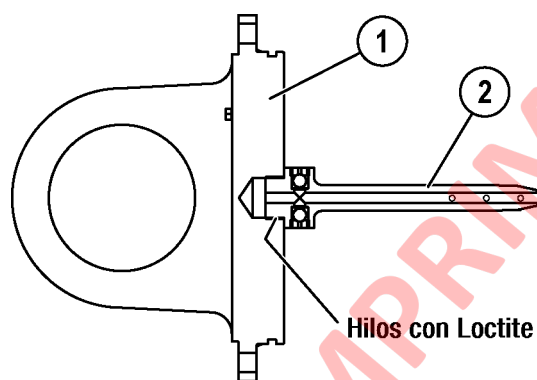
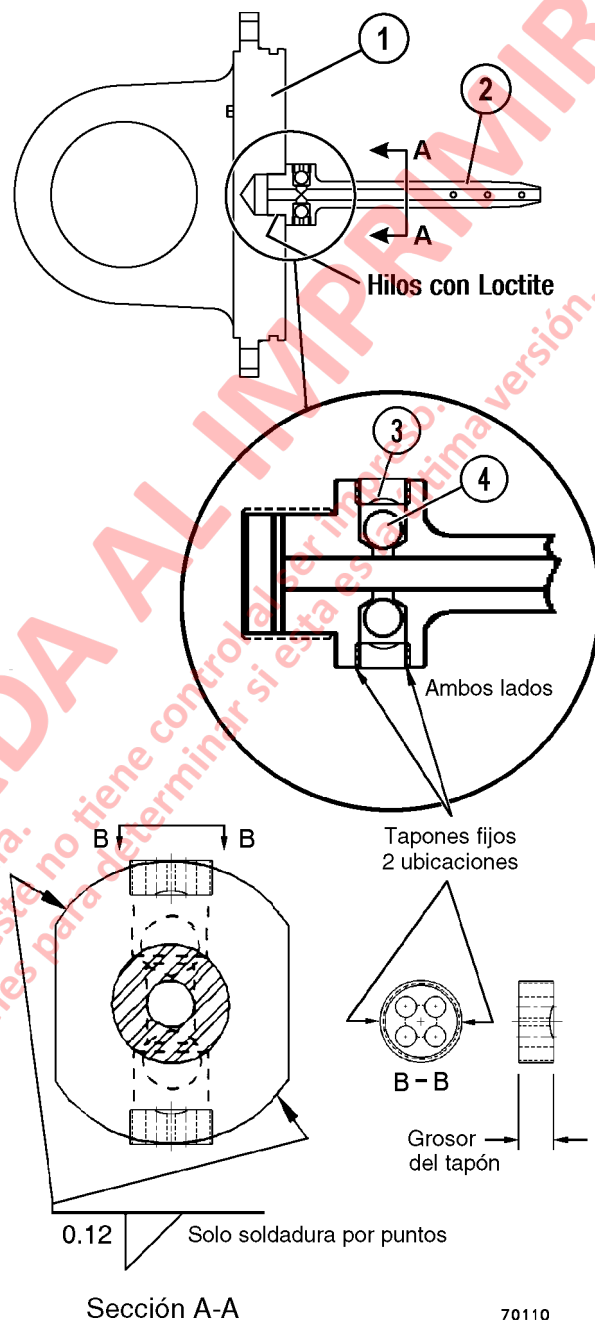

FIGURA 8-20. INSTALACIÓN DE LA ESPIGA
FIGURA 8-21. INSTALACIÓN DEL TAPÓN Y LA BOLA DE RETENCIÓN
4. Revise el apriete del conjunto de la espiga (2, Figura 8-20) si no se soldó por puntos anteriormente.
- a. Use una herramienta especial SS1143 (Figura 8-20) y aplique un torque de apriete de **1356 N·m (1000 ft lb)** y verifique el apriete de la espiga.
- b. Si la espiga se mueve, retírela del conjunto de la tapa (1). Limpie las roscas en la tapa y en la espiga.
1. Inspeccione los tapones (3, Figura 8-21) y las bolas de retención (4) en la espiga durante la reparación del cilindro para asegurarse de que los tapones estén apretados y que los asientos de las bolas no estén dañados. Consulte la sección Instalación de las bolas de retención y los tapones en la espiga en la siguiente página
2. Asegure el conjunto de la tapa (1) en un soporte firme. Asegúrese de que las roscas en la tapa y en la espiga estén limpias, secas y libres de aceite y solvente.
3. Cubra las roscas de acople del conjunto de la tapa (1) y de la espiga (2) con LOCQUIC® Primer T (número de pieza Komatsu: TL8753) o equivalente. Espere 3 a 5 minutos hasta que el producto se seque.
5. Instale la espiga. Utilice la herramienta de apriete SS1143 (Figura 8-20) para apretar la espiga a **1356 N·m (1000 ft lb)**. Espere a que las partes se curen por dos horas antes de exponer las áreas roscadas al aceite.
6. Realice soldadura por puntos a la espiga en dos lugares, como se indica en la Figura 8-21.
Las bolas de retención (4, Figura 8-21) en el costado del conjunto de la espiga (2) se mantienen en su lugar con tapones roscados (3).
- Si el área del asiento de la bola no presenta deformaciones, mida el espesor del tapón como se muestra en la Figura 8-21:
2. Cubra las roscas de acople de ambos tapones (3, Figura 8-21) y el conjunto de la espiga (2) con LOCQUIC® Primer T (número de pieza Komatsu: TL8753) o equivalente. Espere 3 a 5 minutos hasta que el producto se seque.
4. Coloque bolas de retención (4) en el tubo de la espiga e instale los tapones (3) con el lado cóncavo en dirección a la bola. Utilice la herramienta SS1158 para apretar los tapones a **95 N·m (70 ft lb)**. Espere a que las partes se curen por dos horas antes de exponer las áreas roscadas al aceite.
5. Fije las roscas del tapón en dos puntos entre los orificios, como se muestra en la Figura 8-21, para evitar que el tapón se suelte.